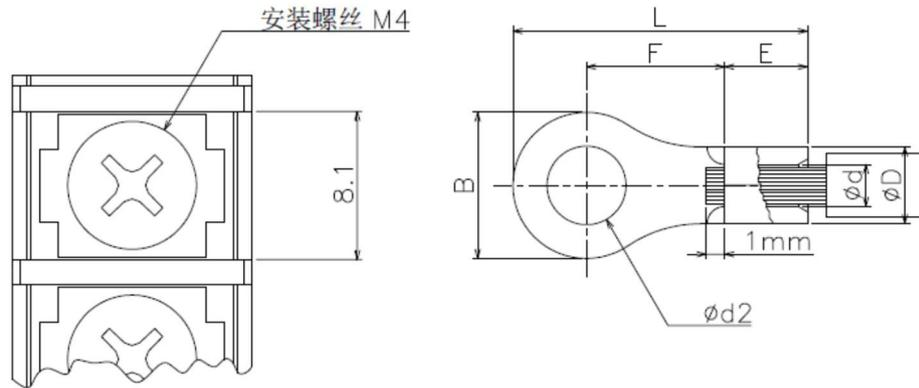

图 2.6b 压着端子
- 端子台宽度为 8.1mm，使用 M4 螺丝，请使用如图 2.6b 所示的  $B < 8.1\text{mm}$  且  $d2 > 4\text{mm}$  圆形压着端子。
- 根据端子的种类和形状，剥线尺寸有所不同，请参照各种端子的说明书。图 2.6b 是以圆形压着端子为例。